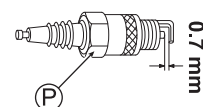

Fig. 37
- 3 Changez la Bougie d'allumage (P) si une quantité importante de carbone s'est accumulée dessus ou si sa partie isolante est craquelée ou endommagée.
- 4 Nettoyez le carbone qui s'est accumulé sur l'électrode, et ajustez l'écartement des électrodes à 0,7 mm. (Voir Fig. 37)